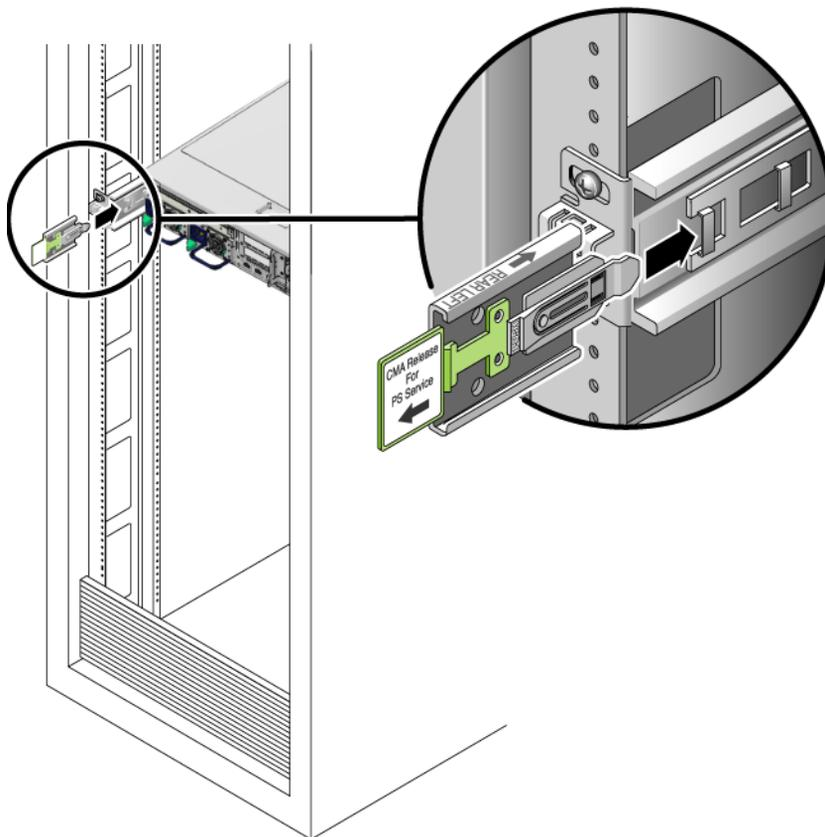

图 2-8 将 CMA 滑轨扩展部分插入左侧滑轨的后部
1. 在机架背面，将 CMA 滑轨扩展部分插入左侧滑轨装置的末端（图 2-8）。滑轨扩展部分前端的卡舌应卡入到位。